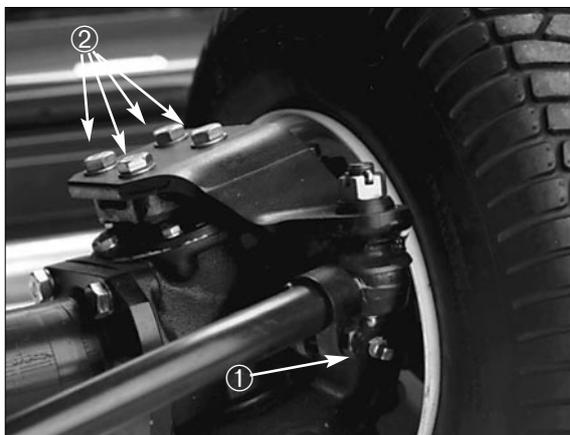

Figure 6
2. Enlever un bouchon de contrôle à chaque extrémité de l'essieu et vérifier que le niveau du liquide atteint la base du trou. Si le niveau est bas, enlever un boulon de montage au-dessus de chaque bouchon d'extrémité et ajouter de l'huile jusqu'à ce le niveau atteigne la base du trou (Fig. 6).